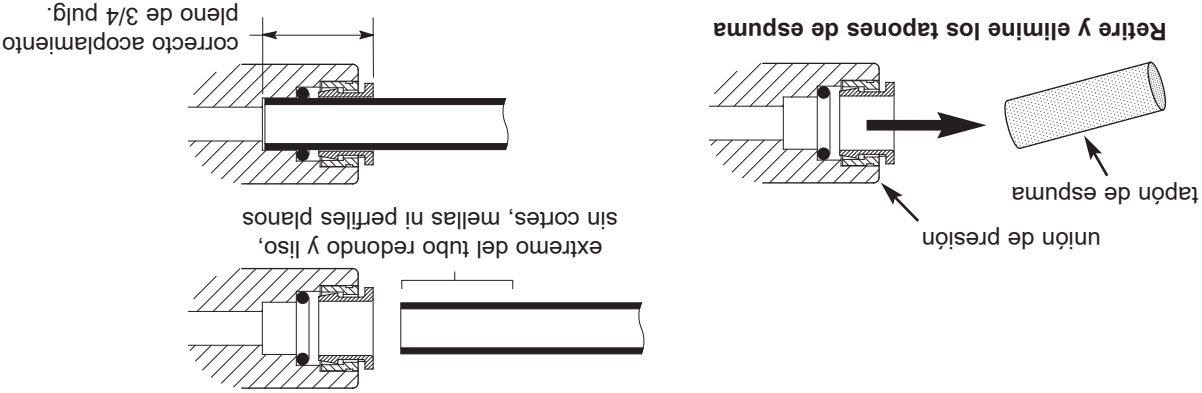
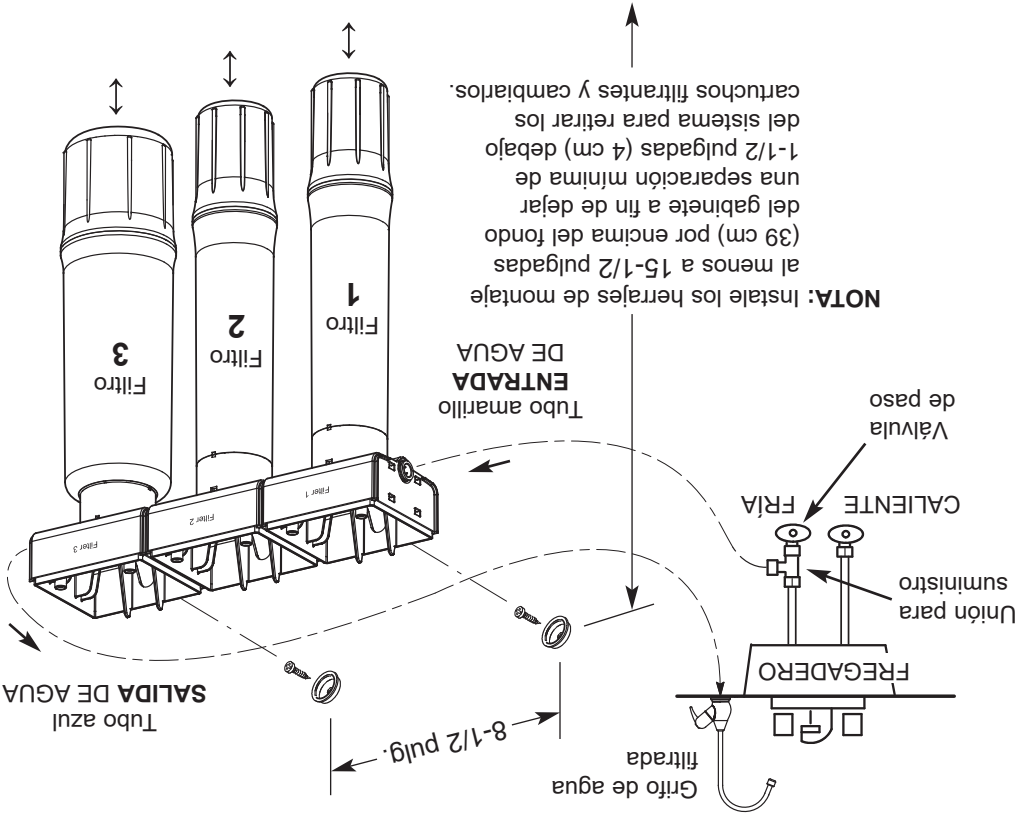

FIG. 5
FIG. 2
IMPORTANTE: Retire los tapones protectores de espuma antes de conectar los tubos (vea la Fig. 5). Deseche los tapones de espuma.
1. Mida con cierto sobrante y corte una porción del tubo de 3/8 pulg. para conectarlo entre la unión para suministro y la entrada del sistema de filtrado (vea la Fig. 2). Corte los extremos del tubo en ángulo recto (vea la Fig. 5).
3. Repita los pasos 1 y 2 para conectar el tubo del grifo a la salida del sistema de filtrado (vea la Fig. 2). Conexión del tubo (todas las uniones a presión):